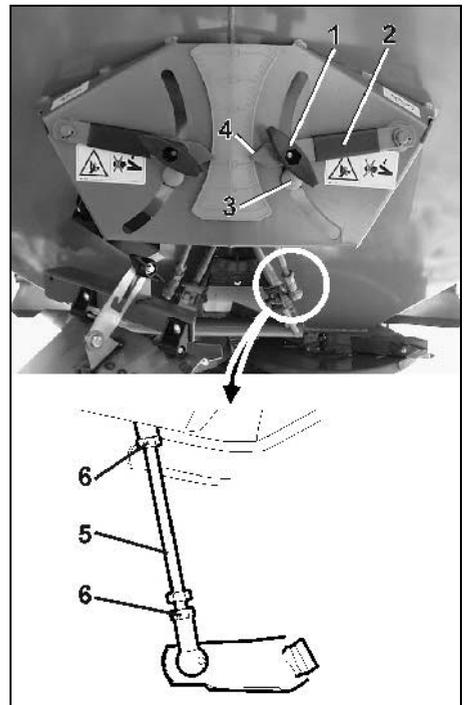

Fig. 64
- Nach dem Lösen der Flügelmutter (Fig. 64/1) muss der Stellhebel (Fig. 64/2) am Anschlag (Fig. 64/3) zur Anlage kommen. In dieser Position muss die Ablesekante (Fig. 64/4) für die Schieberstellung den Wert „11“ auf der Skala anzeigen.
Ist dies nicht der Fall, die Position des Anschlages (Fig. 64/3) durch Verdrehen der Verbindungsstangen (Fig. 64/5) entsprechend verändern:
- Kontermuttern (Fig. 64/6) der Verbindungsstangen (Fig. 64/5) lösen.
- Die Verbindungsstange solange entsprechend verdrehen, bis dass der Anschlag (Fig. 64/3) am Stellhebel (Fig. 64/2) anliegt.